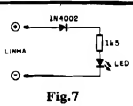

Fig. 7
- FIG. 7 - IDENTIFICANDO A POLARIDADE DA LINHA TELEFÔNICA - Conforme temos enfatizado, a ligação do TACHAT à linha precisa respeitar as polaridades indicadas em todos os diagramas do presente projeto... Entretanto, na cabagem original da linha telefônica, não costuma haver uma indicação "visual" ou código que referencie a dita polaridade... Assim, o Leitor/Hobbysta terá que "achar" a dita cuja. Para tanto, o pequeno arranjo provisório mostrado em esquema, na figura, dará conta do recado, facilmente: um conjunto série, formado por um diodo 1N4002, um resistor de 1K5 e um LED